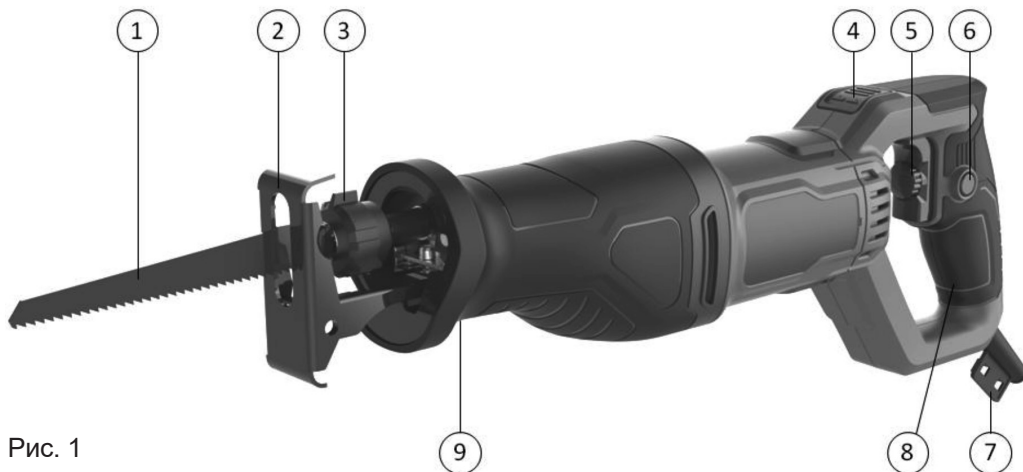

Рис. 1
Частота ходов (скорость движения полотна) меняется регулировочным колесом на кнопке выключателя 5 (рис. 1). Для увеличения хода и соответственно увеличения скорости вращения двигателя необходимо крутить регулировочное колесо в сторону «+», для уменьшения в сторону «-».
ВНИМАНИЕ! Перед включением инструмента в розетку всегда проверяйте, что кнопка выключателя 5 (рис. 1) работает надлежащим образом и возвращается в положение «Выкл», если ее отпустить.
2. Нажмите на кнопку выключателя 5 (рис. 1).